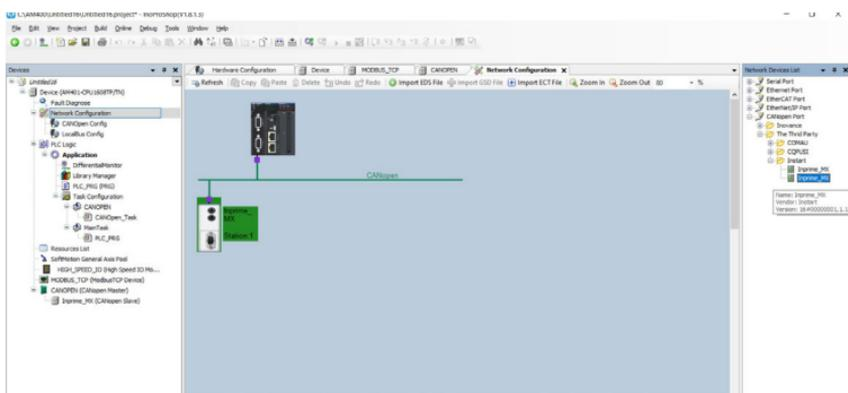

Рисунок 7.9 – Добавление устройства в проект
7) В меню справа выберите EtherCAT Port – INSTART – Inprime MX (рис. 7.9), перенесите при помощи мыши устройство в поле проекта.